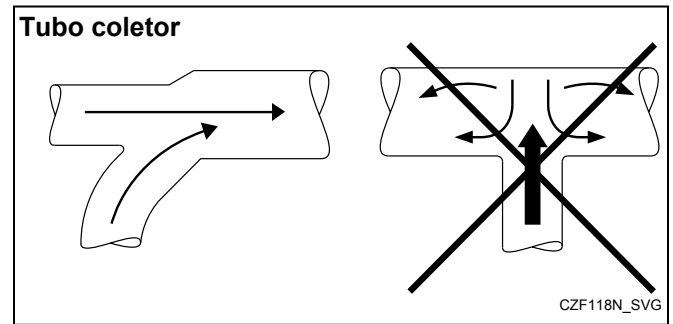

Figura 14
- O tubo coletor tem de apresentar um formato cônico, consulte *Figura 14*. O duto individual da máquina de engomar tem de entrar no tubo coletor num ângulo de 45°, na direção do fluxo de ar.
**NOTA:** Nunca ligue o duto da máquina de engomar a um tubo coletor num ângulo de 90°. Consulte *Figura 14*. Se o fizer, tal provocará uma contrapressão excessiva, resultando num fraco desempenho. Nunca ligue duas condutas de exaustão da máquina de engomar frente a frente, no ponto de entrada no tubo coletor.